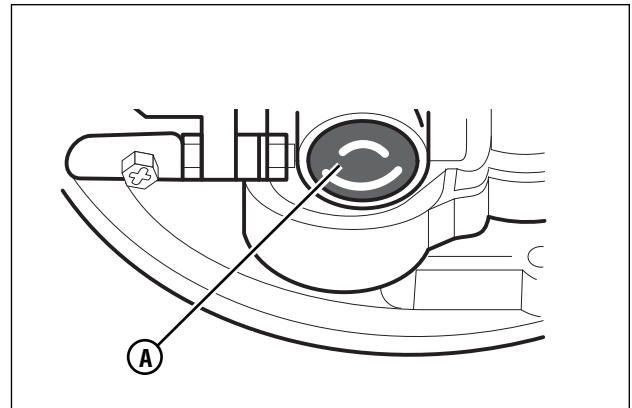

Figura 13: El botón cebador del motor
5. El botón cebador (A, Figura 13) está al lado del motor. Oprima el botón cebador. Cada vez que usted oprima el botón cebador, espere dos segundos. Para averiguar el número de veces que se requiere oprimir el botón cebador, vea las instrucciones del fabricante del motor.